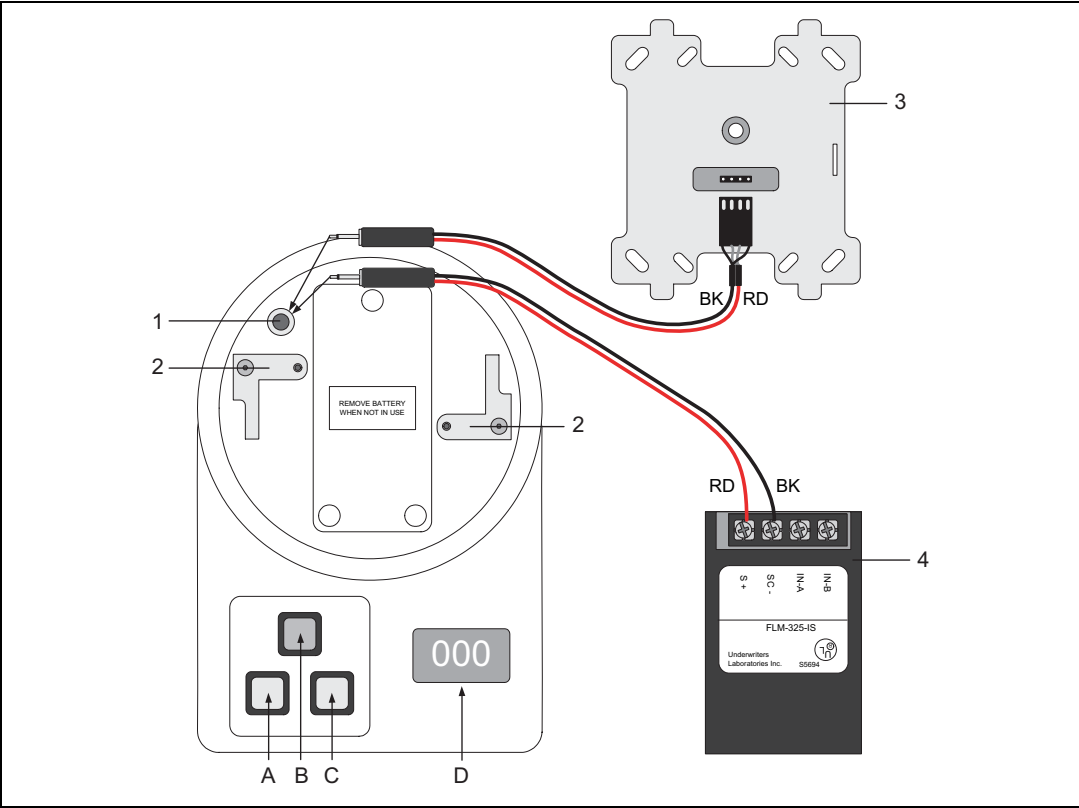

Figura 4.22 Endereçando Dispositivos com o Programador de Dispositivo Analógico D5070
2. Utilizando o Programador de Dispositivo Analógico D5070 como mostrado na *Figura 4.22* na *Página 67*, programa o endereço adequado para cada dispositivo analógico endereçável.